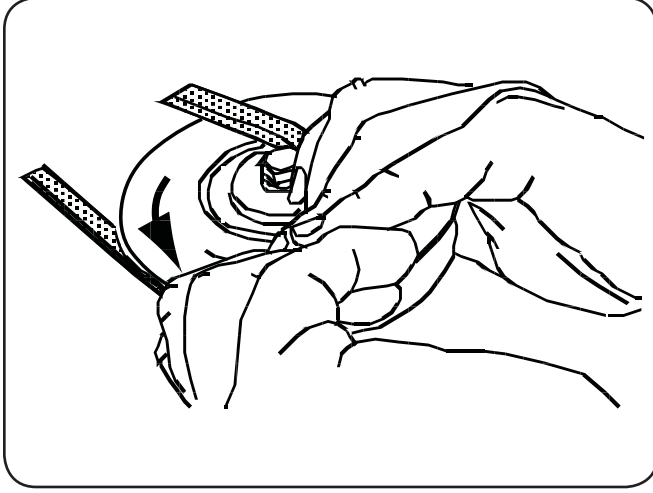

Figure 7-10
9. Tirez la droite de la courroie vers l'avant et placez le côté en V étroit dans la gorge de la poulie de la prise de force. Voir la Figure 7-10.